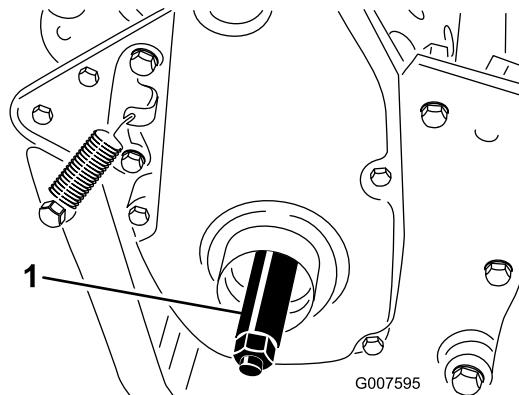

Рисунок 9
- Вверните вал правого колеса в приводной шкив на правой стороне машины (Рисунок 9).